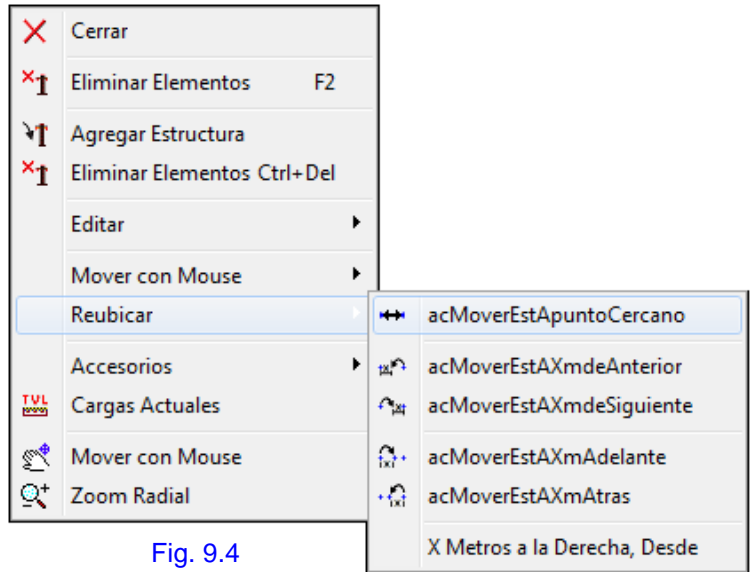

Fig. 9.4
Estas opciones permiten reubicar una estructura particular desde su posición a otras posiciones mediante diferentes métodos, según se aprecia en la Fig. 9.4 El procedimiento a seguir para estas opciones es la siguiente:
- b) Con el botón derecho del mouse activar el menú Pop Up (Ver Fig. 9.4) y seleccionar la forma de reubicación que se desea hacer.